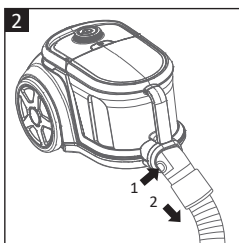

Fig. 2
- Apăsăți butonul de eliberare de pe gâtul furtunului de aspirare (6) pentru a debloca și detașați furtunul de aspirator (**Fig. 2**).